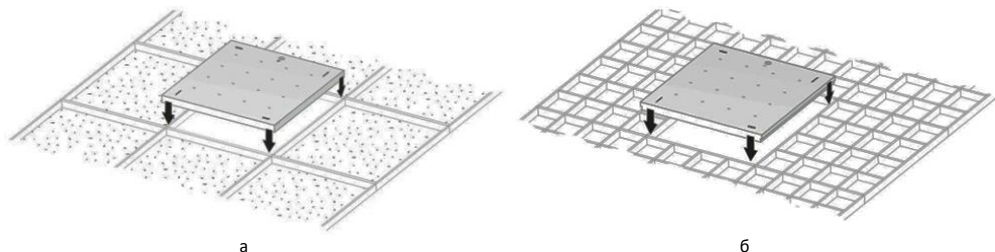
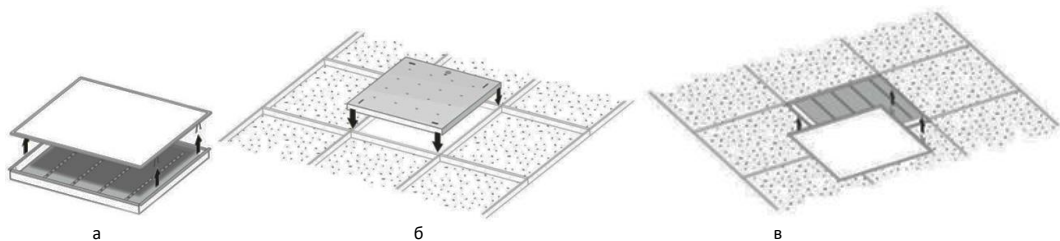

Рисунок 7 — Установка светильника Geniled серии Офис, ЛПО (а), серии Грильято (б) на подвесную конструкцию.
Рисунок 8 — Установка светильника Geniled серии Экофон на подвесную конструкцию.
5.3.3. Установите светильник Geniled на монтируемое место (Рисунок 7, а — для потолка типа «Армстронг», б — для потолка типа «Грильято», Рисунок 8 — для потолка типа «Есорphon»). Следите за тем, чтобы кабель не оказался зажат между элементами конструкции потолка и светильника. Убедитесь, что светильник надежно закреплен на потолке.